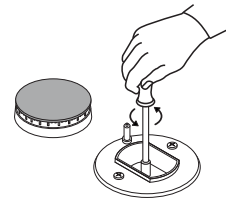

fig.8
- dévisser les injecteurs à l'aide d'une clé à tube de 7 mm. (Fig.8) et les remplacer par les injecteurs appropriés au nouveau type de gaz (cf.tableau 1 "Caractéristiques des brûleurs et des injecteurs").